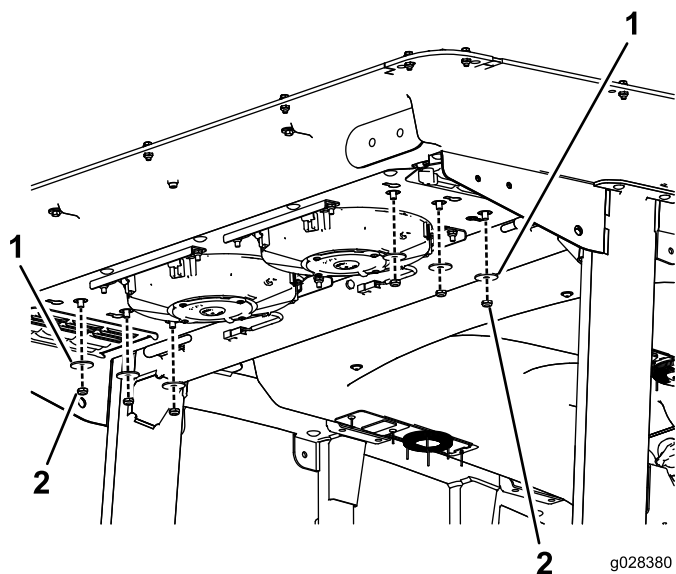

図 55
2. キャブ後部からナットとワッシャをそれぞれ6個を外す 図 55。